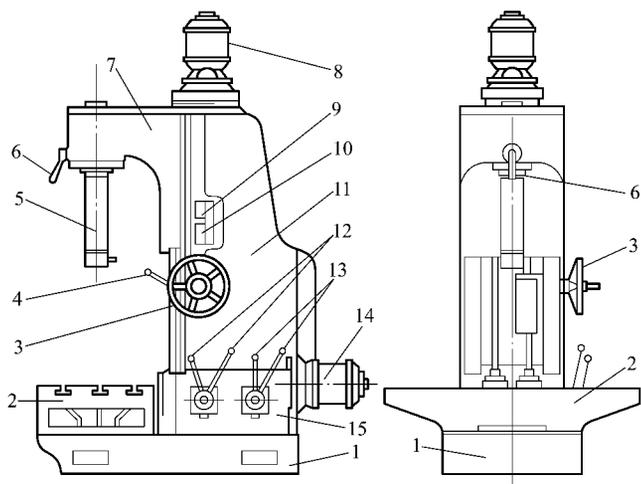

图 2 - 20 固定式镗缸机
(2) 镗缸机 镗缸所用的设备有两种 ,固定式镗缸机和移动式镗缸机 ,由于移动式镗缸机精度差 ,工作效率低 ,已被固定式镗缸机所替代。固定式镗缸机如图 2 - 20 所示。